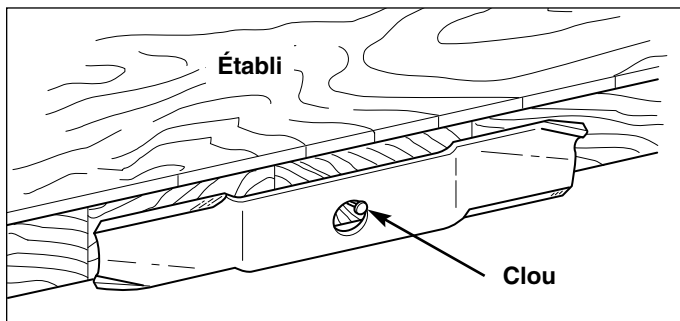

Figure 18. Équilibrage de la lame
5. Équilibrer la lame comme indiqué à la Figure 18. Centrer le trou de la lame sur un clou lubrifié d'une goutte d'huile. Une lame équilibrée doit rester à l'horizontale.